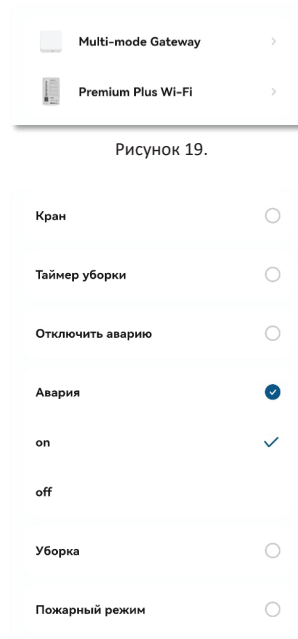

Рисунок 20.
- 7) Выберите функцию «**Авария -> On**» (рис. 20) и нажмите кнопки «**Сохранить**» и «**Далее**» в этом случае сигнал аварии будет воспринят блоком управления Hidrolock Premium Plus как авария и пользователю будет отправлено Push-уведомление об обнаружении аварии.